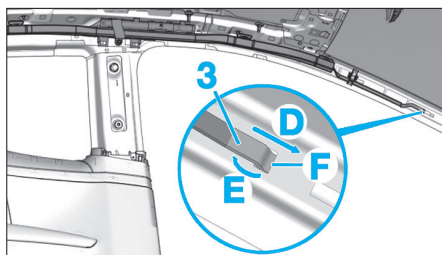

Fig. 12
- Dégager le brin (3) suivant (D) puis (E) par l'orifice (F) (Fig.12).